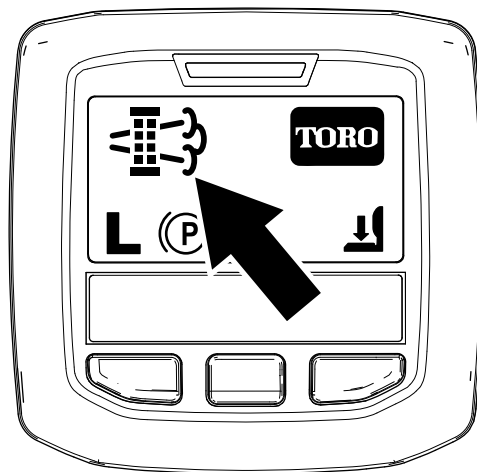

Рисунок 53
- Когда компьютер двигателя запрашивает стационарную или восстановительную регенерацию, на дисплее инфо-центра появляется значок запроса на регенерацию (Рисунок 53).